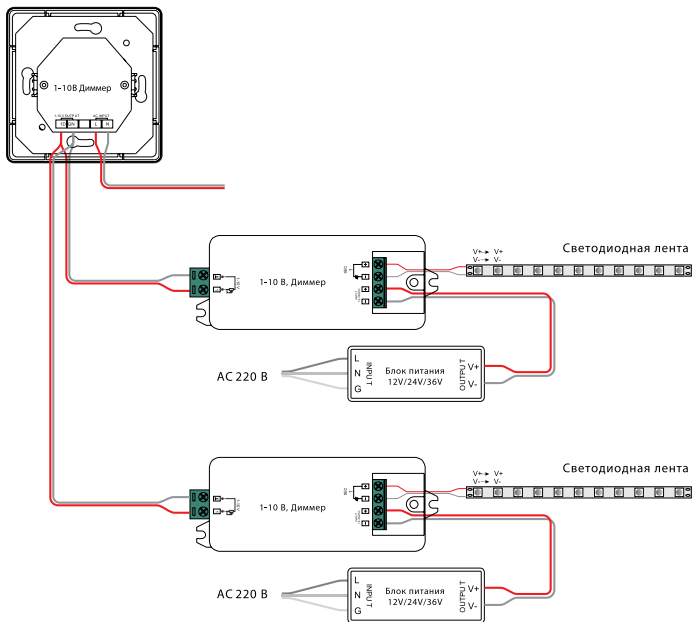

Рис.1. Схема подключения панели на примере диммера SR-2006.
- 3.2. Выполните подключение согласно схеме Рис.1.